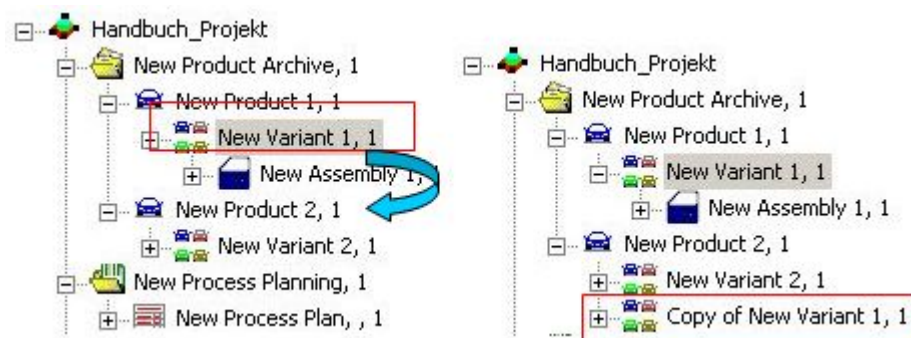

Abbildung 23: Kopieren per Drag & Drop innerhalb einer Struktur
- Bestätigen Sie die Meldung, das Objekt wird kopiert. Siehe auch: Abbildung 23 bei Copy of New Variant 1.